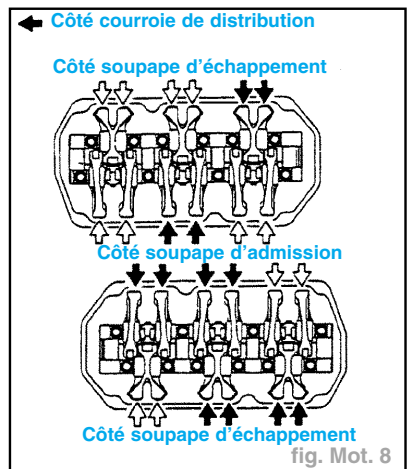

fig. Mot. 8
- Contrôler les culbuteurs repérés par une flèche blanche sur l'illustration, en procédant comme suit (fig. Mot. 8).